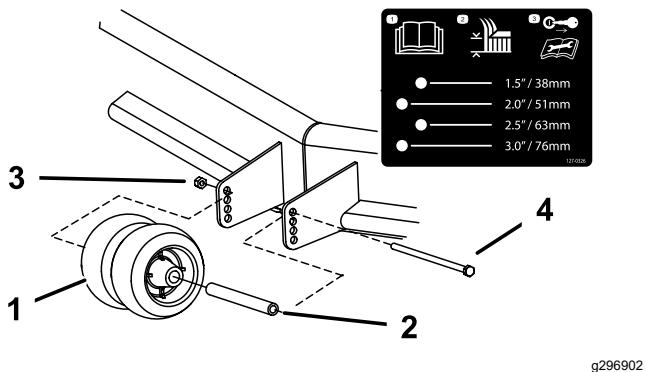

Figura 13
- Ajuste los rodillos protectores del césped, tal y como se muestra en la Figura 13.